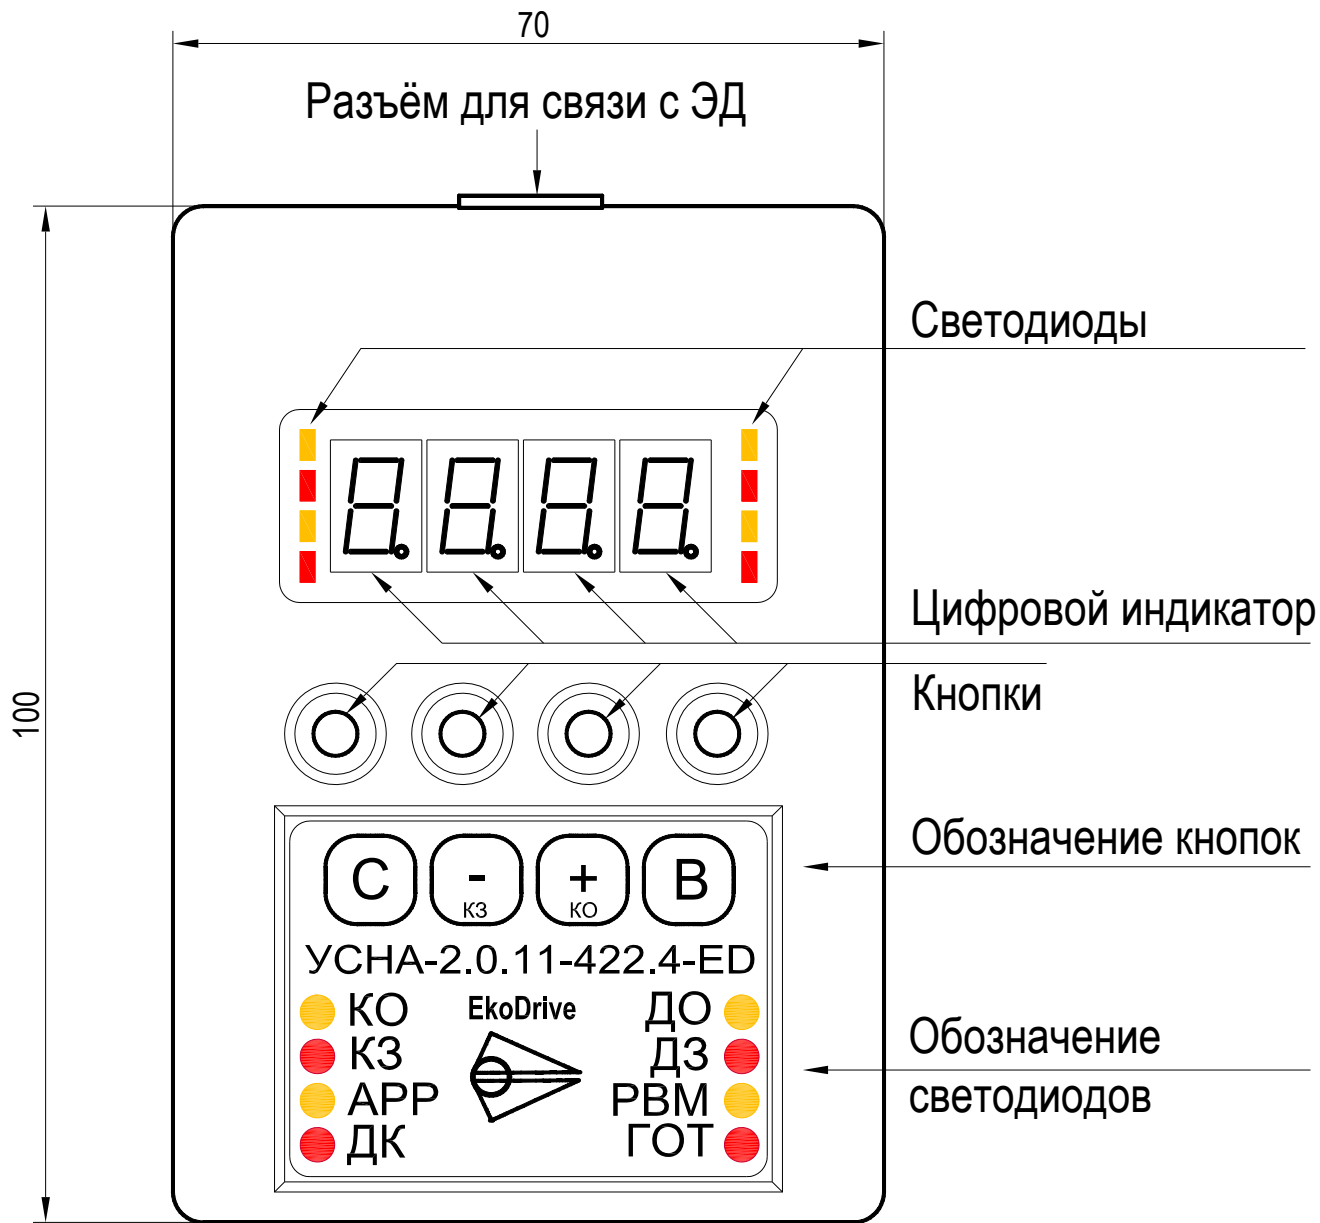

Рис.1. Внешний вид Устройства настройки УСНА.
Устройство применяется для обмена информацией с ЭД посредством кабеля двустороннего последовательного обмена УСНА – ЭД, через который также осуществляется питание *Устройства*. Разъем для подключения кабеля к *Устройству* показан на **рис.1**.
Габаритные размеры *Устройства* приведены на **рис.1**.
3.4.1. Панель управления *Устройства* (**рис.1**) состоит из